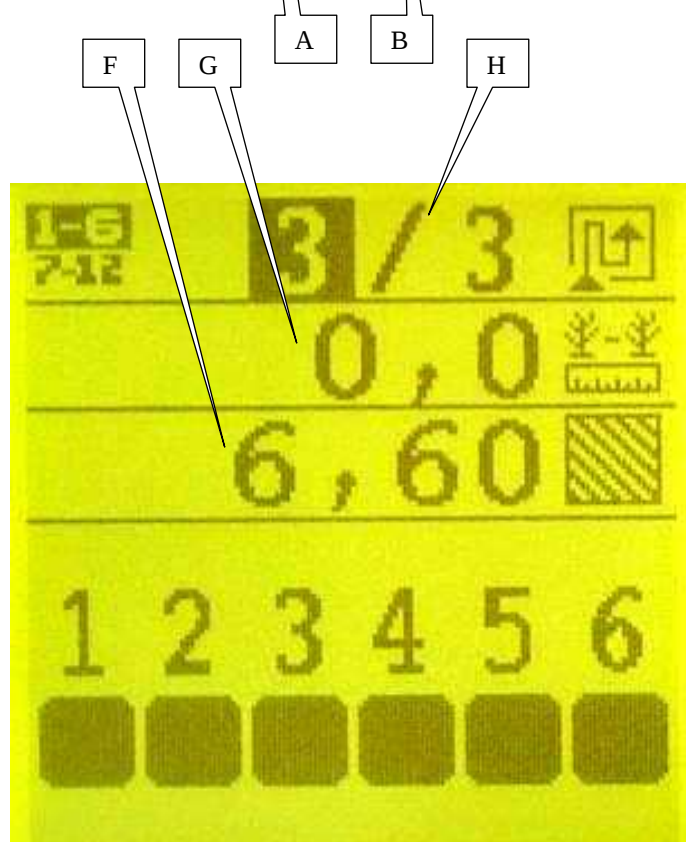

Fig. 2
Appuyer sur les touches  ou  pour faire défiler les lignes et ainsi visualiser les lignes cachées (Fig. 2).
- F : compteur de surface total (Fig. 2)
- G : distance moyenne entre graines (Fig. 2)
- H : jalonnage (Fig. 2)
Press the  or  keys to scroll through the lines and so view the hidden lines (Fig. 2).
- F: total surface area meter (Fig. 2)
- G: average distance between grains (Fig. 2)
- H: marking (Fig. 2)
Auf die Taste oder drücken, um in den Zeilen zu blättern und die verdeckten Zeilen anzuzeigen (Abb. 2).